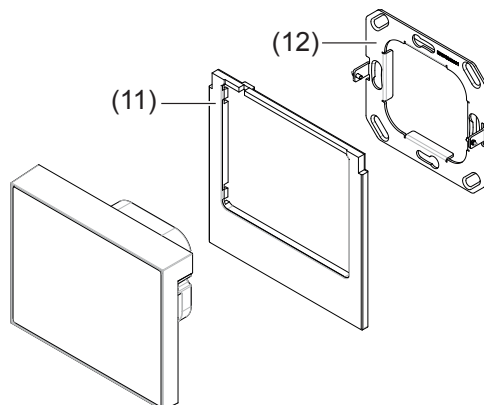

Figure 10 : montage
- Enfiler le câble préconfectionné fourni dans la prise femelle **Digital/Analog IN (4)**.
- Mettre la plaque décorative (11) en place et le pousser par-dessus les fixations (15) jusqu'à ce qu'il s'encliquète.
- Positionner l'appareil correctement via la bague support, de telle sorte que les logements sur l'appareil (13) et les tiges avec fermeture à déclic sur la bague support (12) reposent les uns sur les autres (figure 10).
- Pousser doucement l'appareil sur la bague support jusqu'à ce qu'il s'encliquète dans la fermeture à déclic et que les points de fixation magnétiques (14) maintiennent également la bague support.